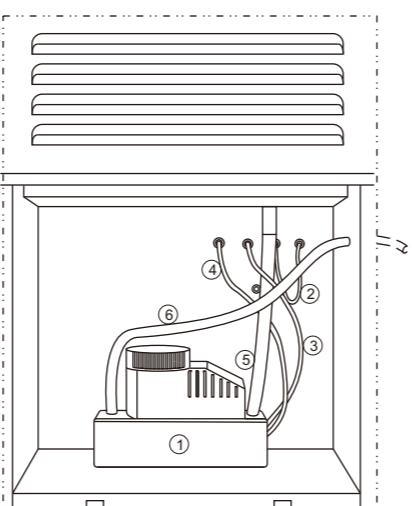

FIG. 4
- Scollegare il filo del segnale di allarme di serbatoio dell'acqua pieno (②) dalla presa centrale e collegarlo alla presa destra per fissarlo.
- Collegare il cavo di alimentazione (④, di colore nero) della pompa dell'acqua (①) alla presa sinistra.
- Collegare il filo del segnale di serbatoio dell'acqua pieno (③, di colore blu) della pompa dell'acqua alla presa centrale.
- Collegare i tubi di aspirazione (⑤) e di scarico (⑥) della pompa dell'acqua (vedere FIG. 4).